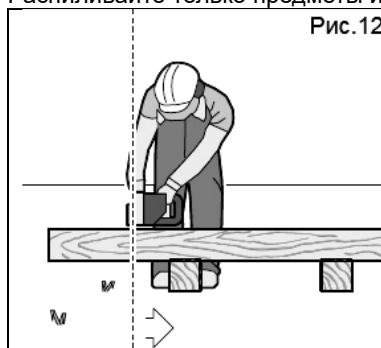

Рис.12
- Укладывайте ветви/доску, как это показано на рисунке, и обеспечьте его опору так, чтобы распил не сужался, и пильная цепь не могла зажиматься (рис. 12).